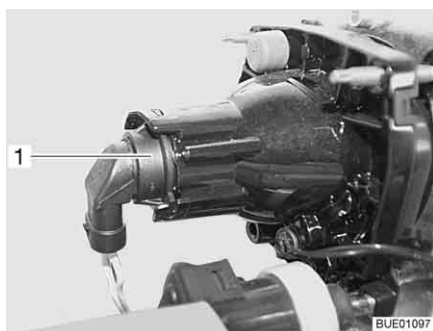

Fig. 265 Luz de cruce/luz larga/luz de estacionamiento
- Meter la mano detrás del portalámparas (Fig. 265,1).